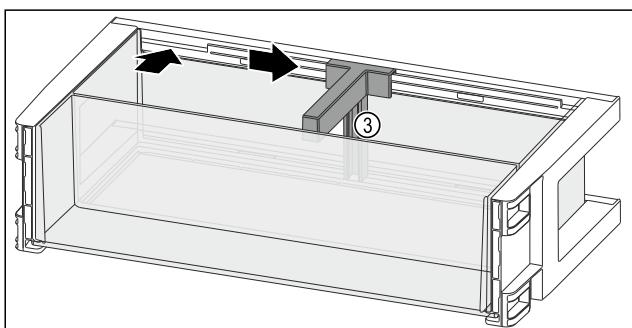

Fig. 118
- ▶ Вставте тримач пляшок Fig. 118 (3) у паз.
- ▶ Пересуньте тримач пляшок Fig. 118 (3) убік до бажаної позиції.